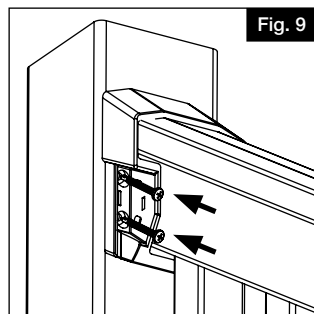

Fig. 9
- a. Marque todos los agujeros del soporte Taladre los agujeros del soporte con una broca de $\frac{1}{8}$ " (Fig. 9).
- b. Introduzca tornillos cuadrados autorroscantes #10 de $1\frac{1}{2}$ " a través de los soportes en el poste (4 por soporte) (Fig. 9).